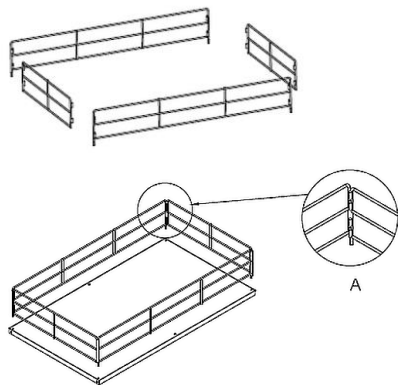

Fig. 1
1. Først skal du samle rækværkerne til den øverste hylde. Forbind rækværkerne ved hjælp af boltene (fig. 1 A).